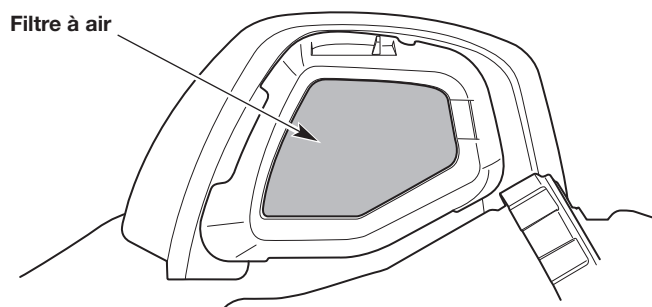

Fig. 23
2. Retirez le filtre à air (Fig. 23).
6. Réinstallez le filtre à air (Fig. 23).